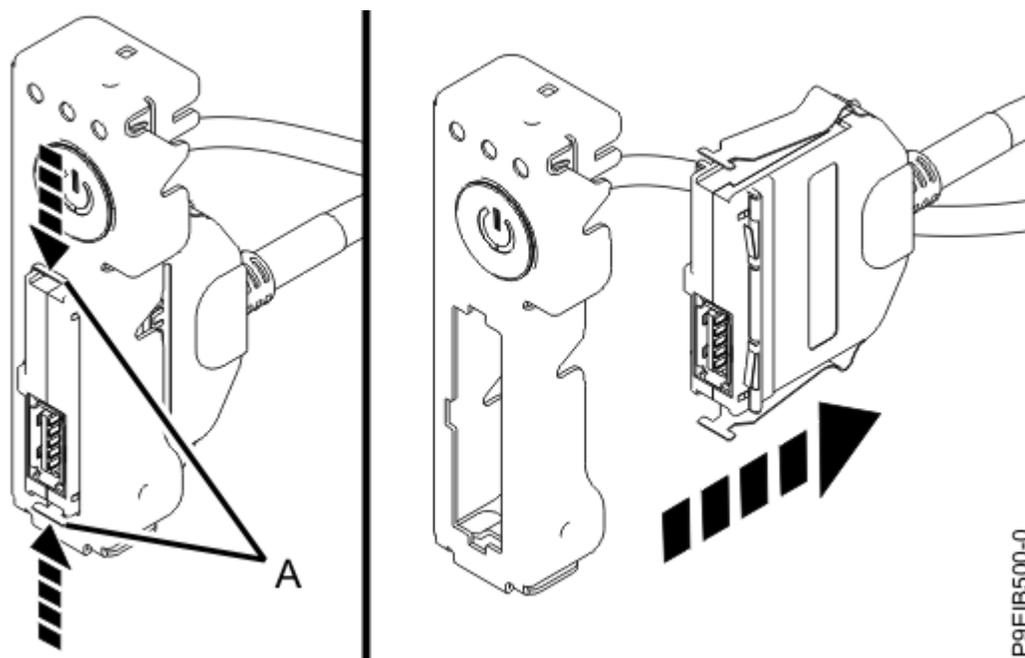

Figure 40. Retrait de l'ensemble câble et connecteur USB du système interrupteur d'alimentation
10. En appuyant sur les languettes **(A)** du connecteur, désolidarisez l'ensemble câble et connecteur USB de l'interrupteur d'alimentation comme illustré dans la Figure 40, à la page 59.